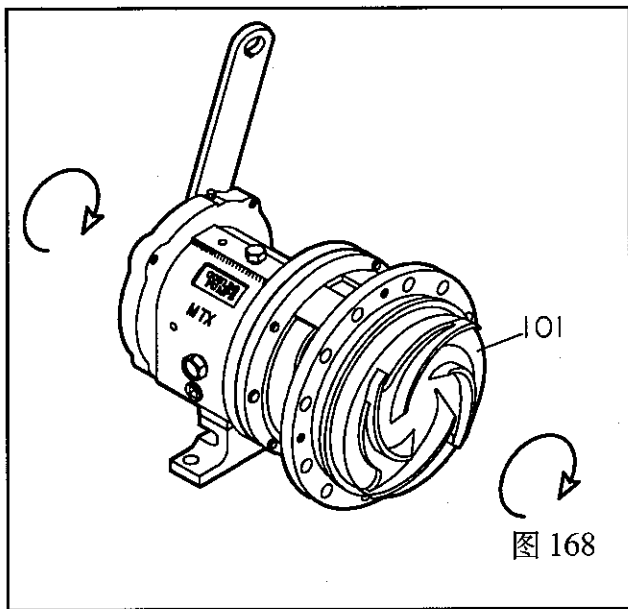

图 168
4. 装上带有O型圈(412A)的叶轮(101),将轴扳手和联轴器键置于轴上,当叶轮(101)和轴套(126)牢固接触后,从工作台上抬起轴扳手(从叶轮端方向看为逆时针方向)并用力将轴扳手下压(从叶轮端方向看为顺时针方向),快速撞击几下,叶轮将被旋紧(图168)。